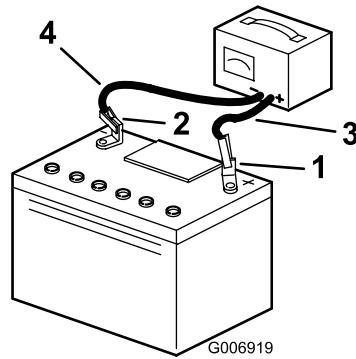

Figure 26
- Débranchez les câbles du chargeur des bornes de la batterie (Figure 26).